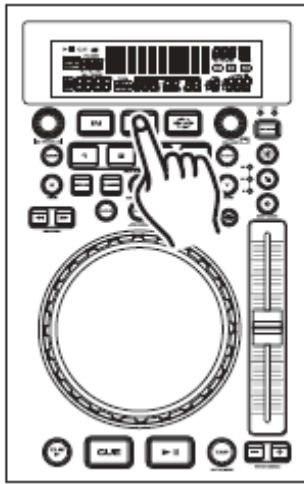

Figure 18
3) Appuyez sur le *BOUTON OUT* (22) pour définir le point final de votre *BOUCLE PARFAITE* (Figure 18). Les LED du *BOUTON IN* (22) et du *BOUTON OUT* (22) commencent immédiatement à clignoter, indiquant que le mode *BOUCLE PARFAITE* a été activé.